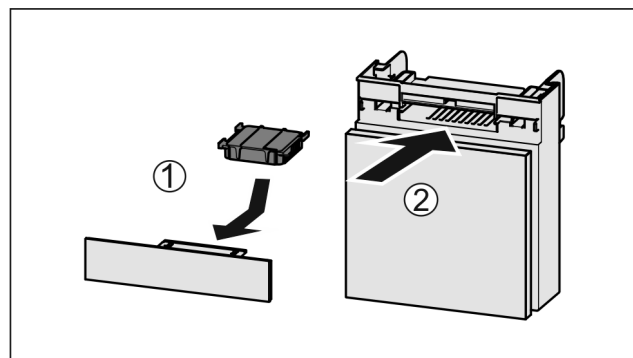

Fig. 32
- 按图装入 Fig. 32 (1) 活性炭过滤器。
- 推入 Fig. 32 (2) 抽屉。